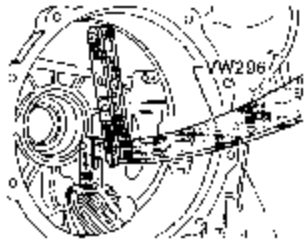

图 9-136 压入从动轴
(5) 把从动轴放入变速器壳体内，放上变速器盖，并按规定扭矩拧紧螺栓。
(6) 旋转变速器，使变速器盖指向下方，用杠杆 VW 296 按压到从动轴头部，直至圆锥滚柱轴承外圈紧贴变速器后盖，如图 9-136 所示。